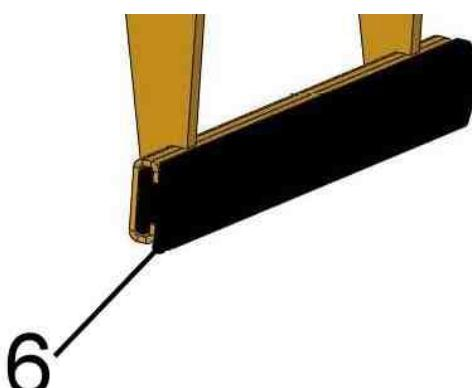
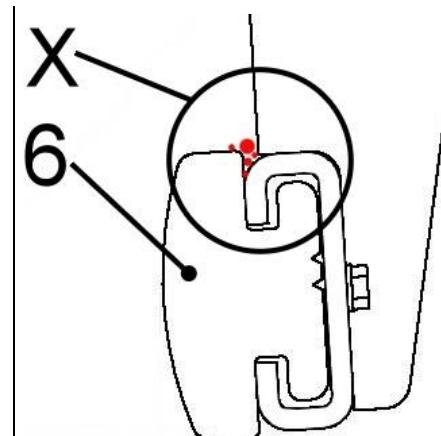

Fig. 1
Fig. 2
Regelmæssig kontrol for **snavs** (f.eks. små stenpartikler) i det øvre område (se punkterne i billedudsnitnet „X“ på fig. 2) gummikæberne (6) → se fig. 1 / fig. 2.
**Problem:** Snavs kan beskadige gummikæberne (6) under gribningen i dette område (idet stenpartiklerne presses ind i gummet).
**Udbedring:** Fjern snavset i dette område på gummikæberne (6). Ved voldsom tilsmudsning afmonteres gummikæberne og rengøres.